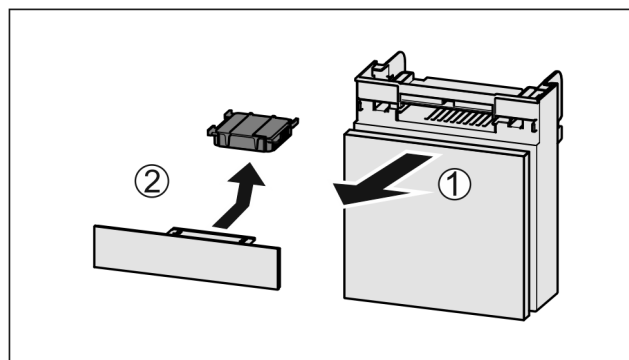

Fig. 33
- Extraire le compartiment par l'avant Fig. 33 (1).
- Sortir le filtre à charbon actif Fig. 33 (2).